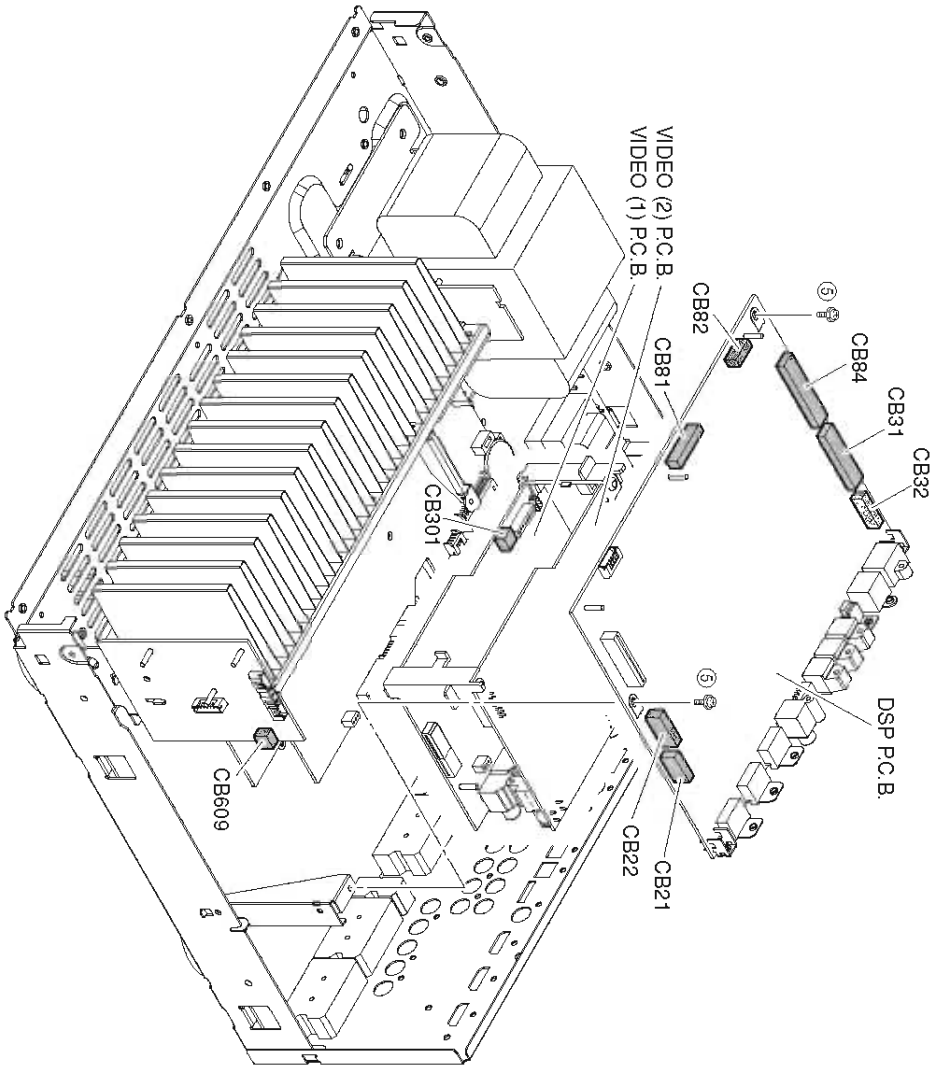

Fig. 2
- a. Remove 2 screws (⑤). (Fig. 2)
- c. Remove CB21, CB22, CB31, CB32, CB81, CB82 and CB84. (Fig. 2)
- d. Remove DSP P.C.B. (Fig. 2)
- a. ⑤のネジ2本を外します。(Fig. 2)
- c. CB21、CB22、CB31、CB32、CB81、CB82、CB84を外します。(Fig. 2)
- d. DSP P.C.B.を取り外します。(Fig. 2)
4. Removal of VIDEO (1) and (2) P.C.B.s
- b. Remove CB301 and CB609. (Fig. 2)
- c. Remove VIDEO (1) and (2) P.C.B.s. (Fig. 2)
4. VIDEO (1), (2) P.C.B.の外し方
- b. CB301、CB609を外します。(Fig. 2)
- c. VIDEO (1), (2) P.C.B.を取り外します。(Fig. 2)